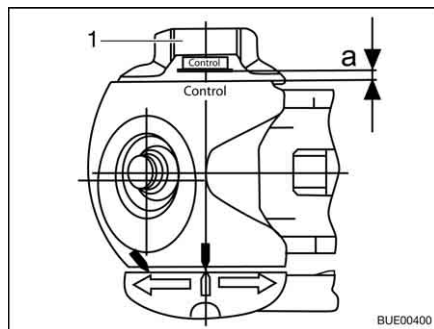

Fig. 108 Controllo usura
- Ruotare completamente la manovella (Fig. 108,1) finché non si sente la limitazione delle coppia grattare in modo percepibile. Direzione di rotazione: In senso orario.
- Distanza $a > 0$ (Fig. 108): Usura all'interno del settore ammesso.